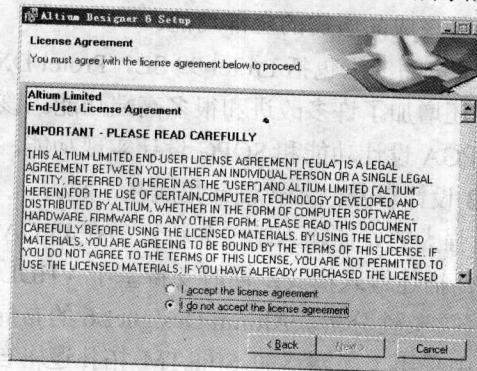

图 1.2 “License Agreement” 视图
- (2) 单击安装向导欢迎窗口的“Next”按钮，显示如图 1.2 所示的“License Agreement”视图。